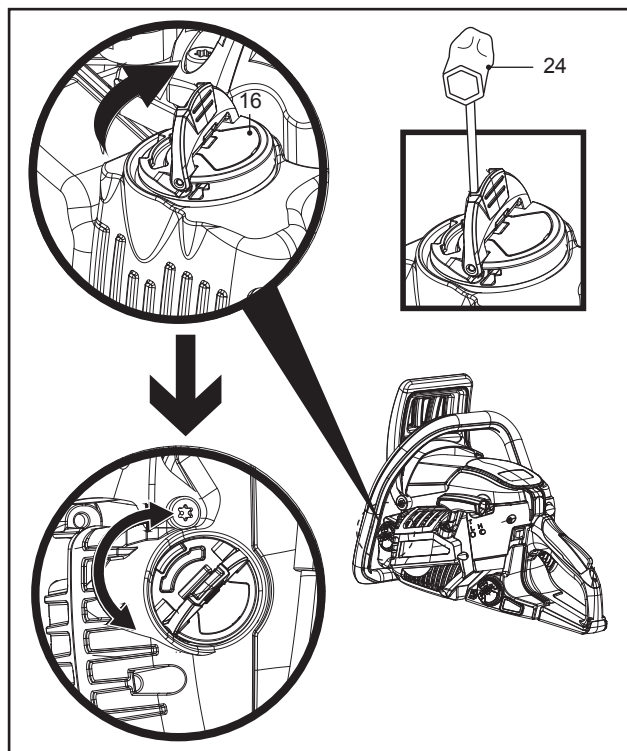

Fig. 10
**AVERTISMENT!** Produsul nu este umplut cu ulei pentru lanț. Este esențial să umpli produsul cu ulei pentru lanț înainte de a-l folosi! Nu opera niciodată produsul fără ulei pentru lanț, deoarece se va produce deteriorarea semnificativă a produsului! Operarea lanțului de fierăstrău pe uscat sau cu prea puțin ulei va scădea eficiența tăierii, va scurta durata de viață a produsului și va provoca uzura rapidă a lanțului (3) și a lamei de ghidare (2) din cauza supraîncălzirii! Cantitatea insuficientă de ulei pentru lanț este evidentă după fum sau decolorarea lamei! Lubrifierea adecvată a lanțului fierăstrăului în timpul operațiunilor de tăiere este esențială pentru a diminua frecarea cu lama de ghidare (2).
- Pune produsul pe o suprafață plană și stabilă, cu bușonul rezervorului de ulei (16) orientat în sus. Îți recomandăm să pui sub produs o folie neinflamabilă.
- Deșurubează și scoate bușonul rezervorului de ulei (16) rotindu-l în sens antiorar (Fig. 10). Folosește unealta multifuncțională (24) pentru a deșuruba sau a strânge bușonul dacă este necesar.
4. Șterge cu o cârpă moale uleiul pentru lanț vărsat. Pune la loc și înșurubează bine bușonul rezervorului de ulei rotindu-l în sens antiorar (Fig. 10).